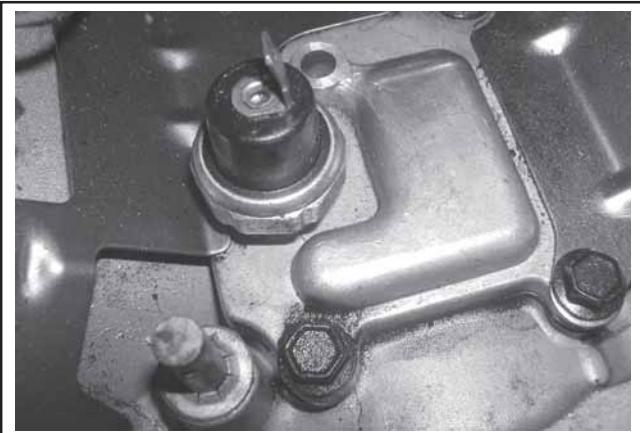

Figura 11-63. Pressostato Oil Sentry™ (alcuni modelli).
1. Applicare il sigillante per tubi con Teflon® (Loctite® 59241 o equivalente) ai filetti del pressostato Oil Sentry™ ed installarlo nel coperchio dello sfiato. Vedere Figura 11-63. Serrare a 4,5 N·m (40 in. lb.).